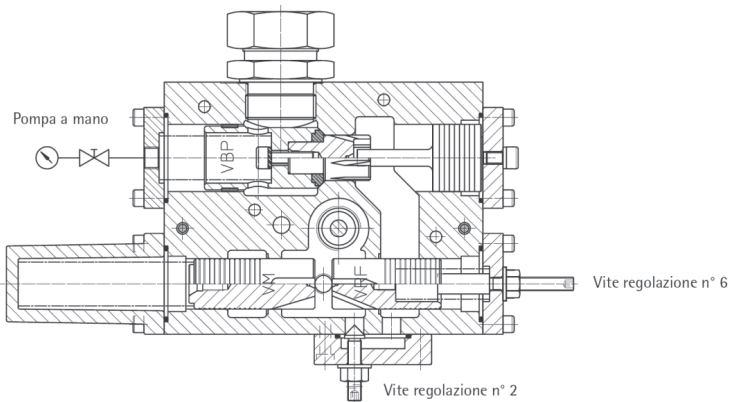

Fig. 49 – Sezione valvola NL
- Togliere il cappellotto che si trova in fianco alla pompa a mano e verificare che il pistone VM della valvola di massima pressione sia libero di muoversi e non sia bloccato da qualche impurità (vedi Fig. 49).
- Verificare che non sia bloccato il pistone VRF togliendo la flangia che porta la vite n°6 (vedi Fig. 49)